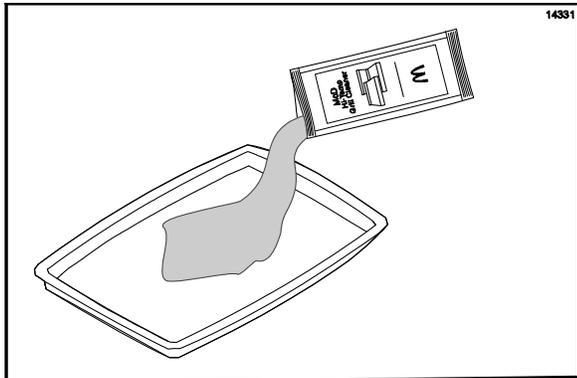

Figura 87
13. Abra un paquete de solución limpiadora **McD Hi-Temp Grill Cleaner (HTGC)**. Vacíe el contenido en una base de cocinado o en una sartén de acero inoxidable. (Vea la figura 87.)